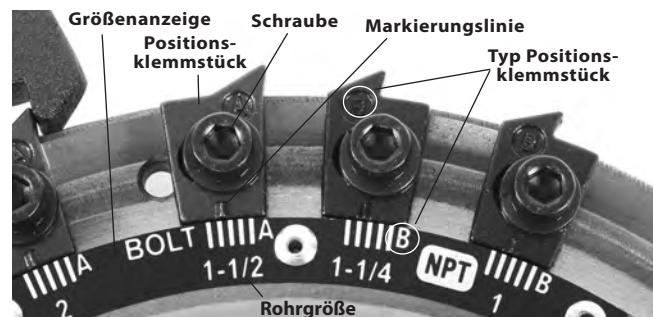

Abbildung 15 – Einstellung der Gewindegöße
6. Achten Sie immer darauf, dass der Typ des Positionsklemmstücks übereinstimmt (Abbildung 15).